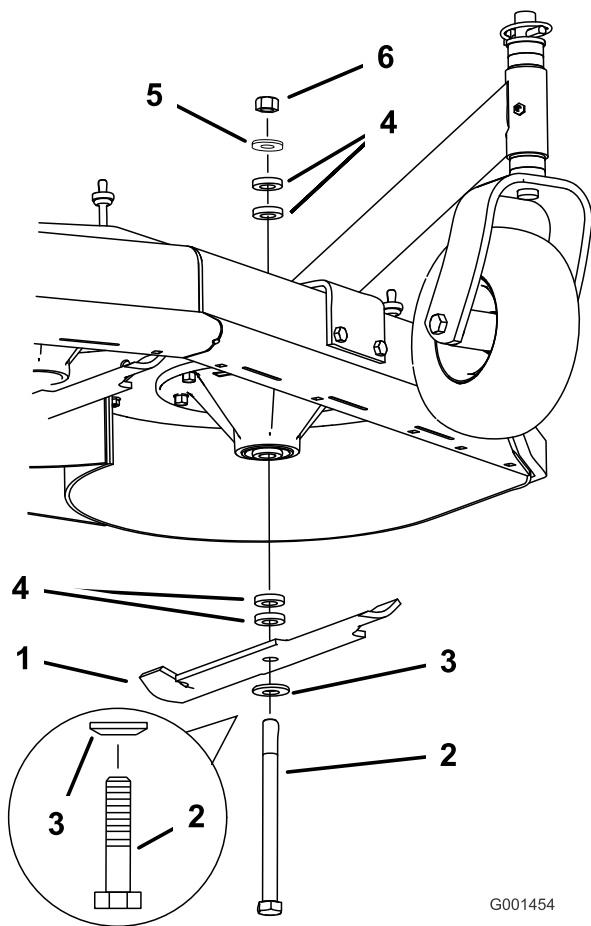

Bild 15
4. Halten Sie die Messerschraube fest und nehmen die Mutter ab. Schieben Sie die Schraube durch die Spindel und ändern Sie die ggf. die Distanzstücke (Bild 15).
- Setzen Sie die Schraube, die gewellte Scheibe, das Messer und zusätzliche Distanzstücke ein und befestigen sie mit der dünnen Scheibe und einer Mutter (Bild 15).